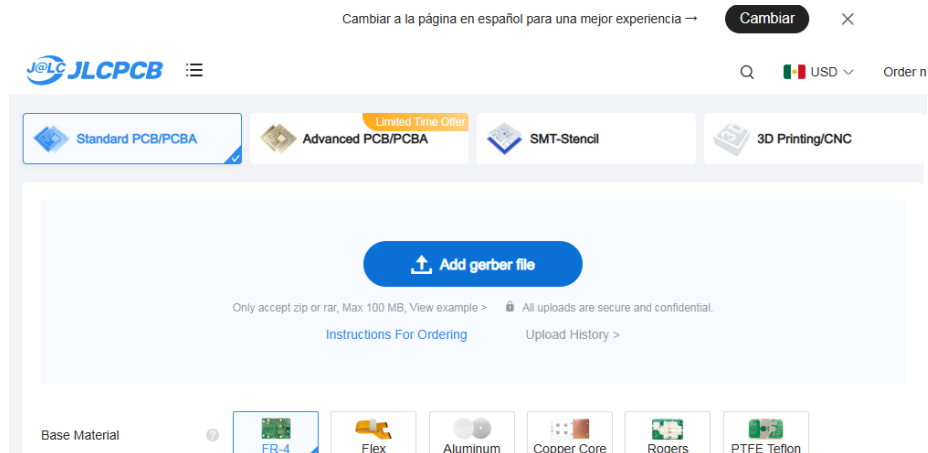

Ilustración 14 Pagina JLCPCB.
Paso 5.2: Pulsamos en añadir Gerber (Ilustración 14).